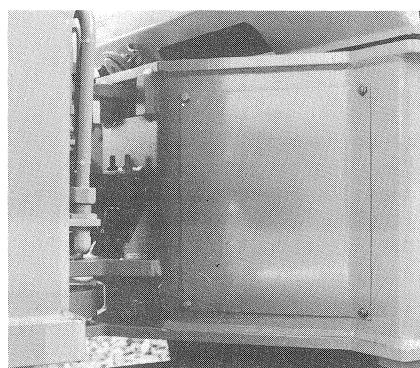

Bild 53
- (1) Klappe (Bild 53) abschrauben.
- (1) screw off flap (fig. 53)
- (1) Dévisser la trappe (fig. 53)